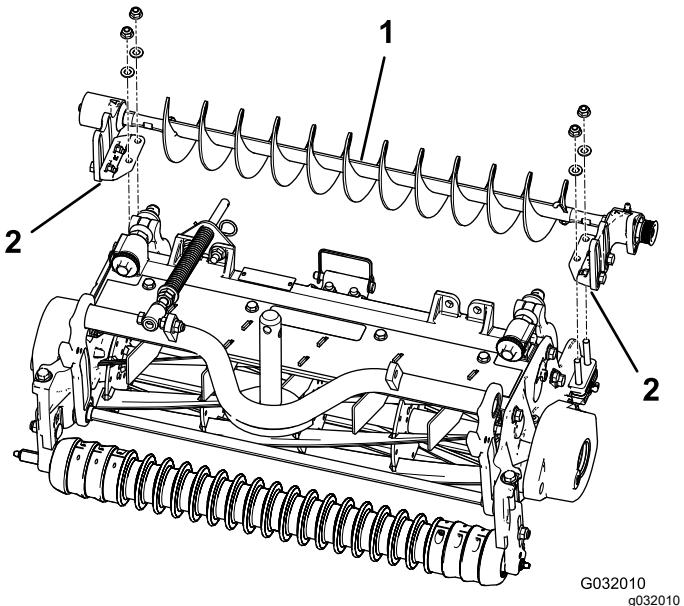

Figura 8
4. Coloque los soportes de montaje izquierdo y derecho del cepillo de rodillo sobre los pernos de los soportes del rodillo (**Figura 8**).